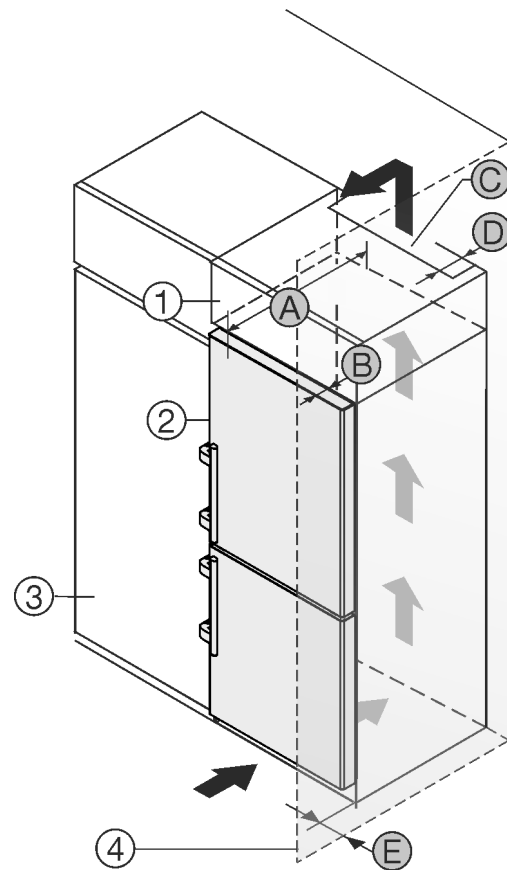

Fig. 2
- (1)** Dollapi i montimit\*
- (2)** Pajisja\*
- (3)** Dollapi i kuzhinës\*
- (4)** Muri\*
- (A)** Thellësia e pajisjes\*
- (B)** Thellësia e derës\*
- (C)** Seksioni tërthor i ajrit\*
- (D)** Distanca nga faqja e pasme e pajisjes\*
- (E)** Distanca nga pjesa anësore e pajisjes\*
Ju mund ta instaloni pajisjen direkt ngjitur me dollapin e kuzhinës Fig. 2 (3)\*
Në faqen e pasme të dollapit së montimit duhet të ketë një hapësirë ajrimi me thellësi Fig. 2 (D) në të gjithë gjerësinë e dollapit të montimit.\*
Nën mbulesën e hapësirës duhet respektuar seksioni tërthor i qarkullimit të ajrit Fig. 2 (C)\*
Nëse instaloni pajisjen me mentesha pranë një muri Fig. 2 (4), atëherë duhet që distanca midis pajisjes dhe murit të jetë të paktën 57 mm. Kjo përkon me zgjatimin e dorezës kur dera është e hapur.\*
Në mënyrë që dera të mund të hapet plotësisht, duhet që pajisja të dalë jashtë përpara kanatit të dollapit të kuzhinës sa thellësia e derës Fig. 2 (B). Në varësi nga thellësia e dollapëve të kuzhinës Fig. 2 (3) dhe përdorimi i ruajtësve të distancës nga muri, pajisja mund të dalë më shumë përpara dollapit.\*